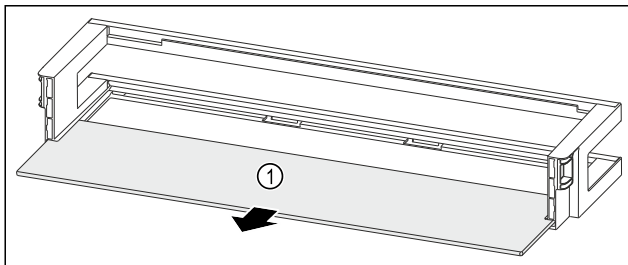

Fig. 50 Riiuliga ukseriulid
- ▶ Võtke riiul Fig. 50 (1) välja.